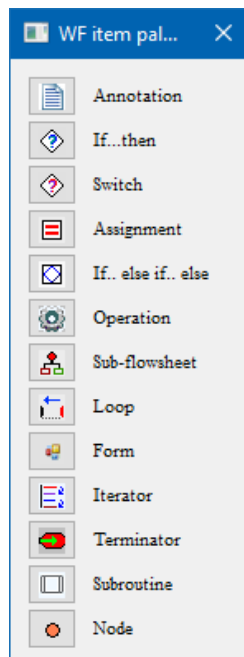

Рисунок 10:
33. У верхньому лівому куті візуального редактора робочого процесу клацніть «Палітра відображення» (Display palette ). Палітра елементів WF (рис. 10) – це місце, де доступні всі елементи робочого процесу.